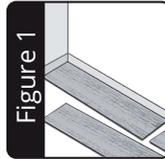

Figure 1
**1.** Legen Sie eine Reihe loser Paneele (Abbildung 1) auf, ohne diese miteinander zu verbinden, um zu überprüfen ob die Länge des ersten Paneels angepasst werden muss, damit das Endstück nicht weniger als 20 cm beträgt oder messen Sie die Länge des Raums ab und dividieren Sie diese durch die Länge eines Paneels.